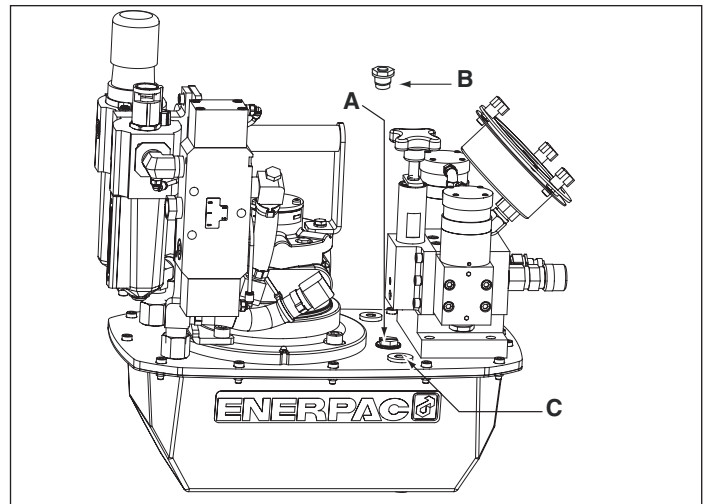
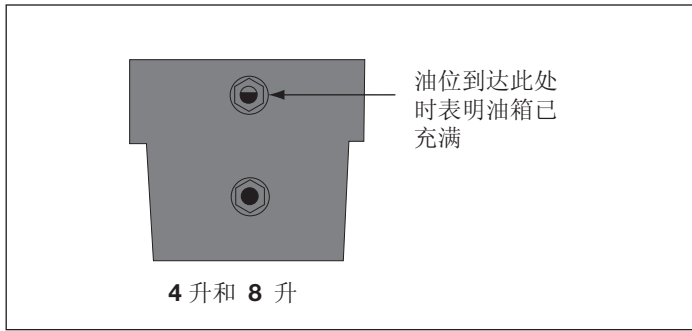

图 2 - ZA4T 通气装置安装图
图 4
4.1 油箱通气管帽（见图 2）
启动前检查泵的油位，必要时，从盖板上拔掉 SAE #10 塞，然后给泵加油（见图 2）。当油位到达观察孔顶部时，就表明油箱已充满。（图 4